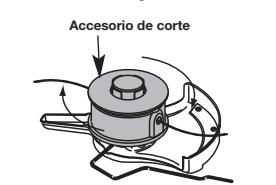

Fig. 6
- Alinee el orificio del buje del eje con la ranura de la varilla de cierre e inserte la varilla de cierre en el orificio del buje del eje (Fig. 6).